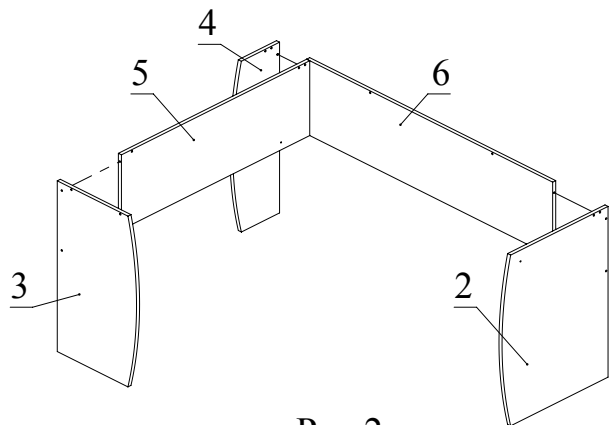
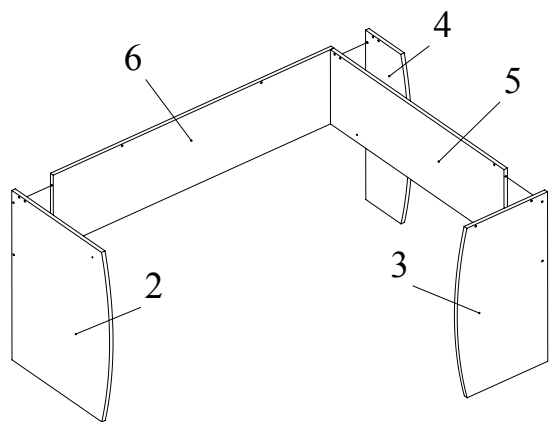

Рис.2
Рис.3
3. Деталь 5 крепить конфирматами 7х50 к боковине 3 и царге 6; прикрепить боковины 2, 4 (Рис.2, в зеркальном исполнении – Рис.3).